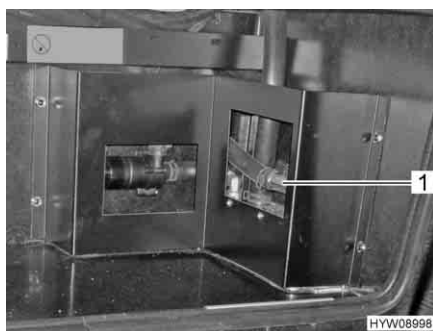

Fig. 114 Scambiatore di calore (Alde)
**Accensione:** ■ Posizionare la maniglia (Fig. 114,1) del rubinetto di chiusura parallelamente alla tubazione.
**Spegnimento:** ■ Posizionare la maniglia (Fig. 114,1) del rubinetto di chiusura verticalmente rispetto alla tubazione.